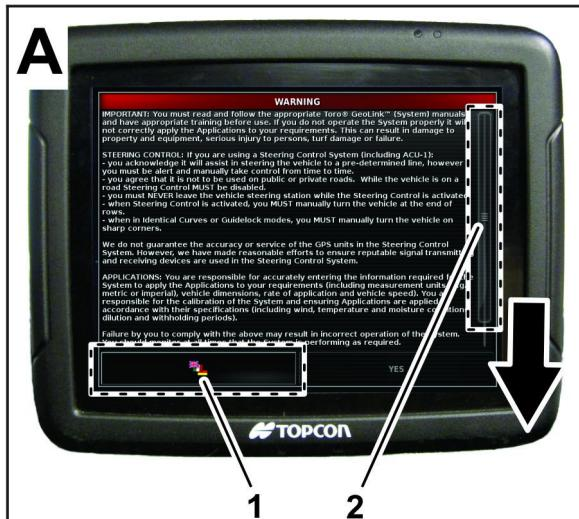

图 14
3. 阅读“最终用户许可协议”图 14。
1. 如果需要按语言图标将 X25 显示更改为另一种语言图 14。
使用滚动条导览至屏幕底部。Yes是图标将变成绿色 图 14。
4. 按 YES是图标移至主屏幕 图 14。